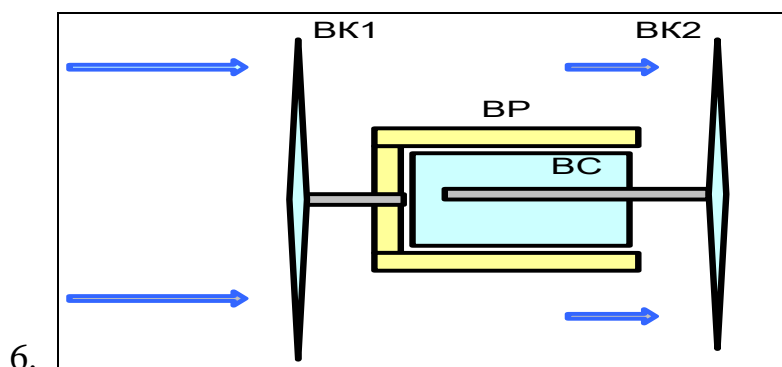

Рисунок.1 — Контрроторная ВЭУ с двухроторным синхронным магнитоэлектрическим генератором
5. Определите эффективность использования ветрового потока (максимальное значение коэффициента мощности) контрроторной ветроэнергетической установки с синхронным двухроторным магнитоэлектрическим генератором, рис.1, где ВК1 и ВК2 – 1-е и 2-е встречно – вращающиеся ветроколеса, ВС и ВР – вращающиеся ротор и статор. Чему равны